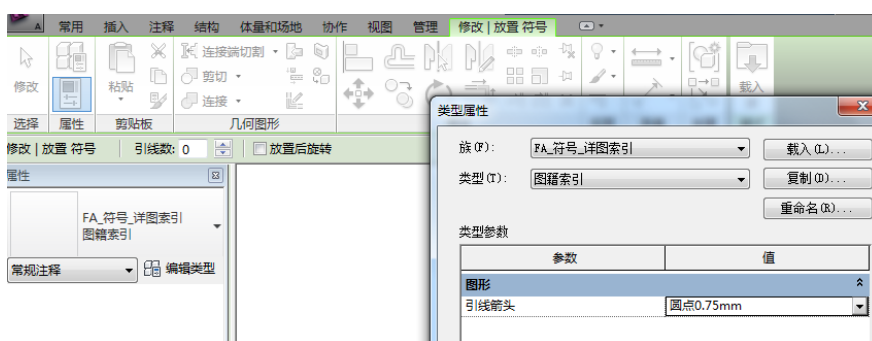

图 7-11
- 11) 回到平面视图“户型 A 平面详图”，点击“注释”选项卡>“符号”按钮，在类型选择器中选择“FA\_符号\_详图索引：图籍索引”，点击“属性”，设置其类型属性中引线箭头为“圆点 0.75mm”，点击“确定”完成定制（如图 7-11 所示）。